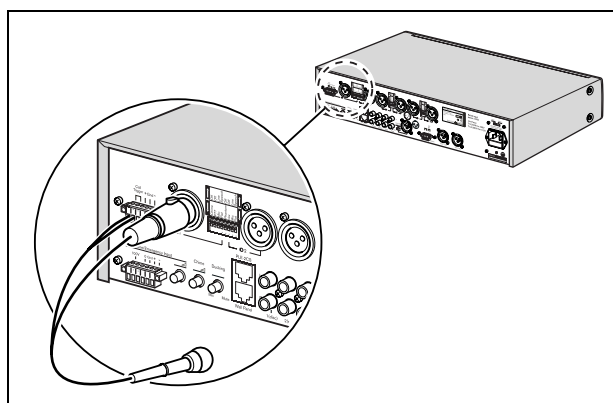

figura 4.3: conector XLR con activación
- conector XLR con activación. Consulte figura 4.3.